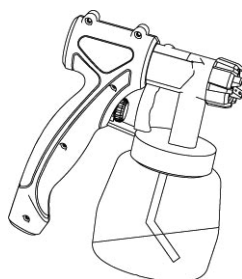

FIGURA 9.3
- Pulverización en objetos colocados de manera horizontal: ajuste el tubo de alimentación hacia adelante (ver Figura 9.3);